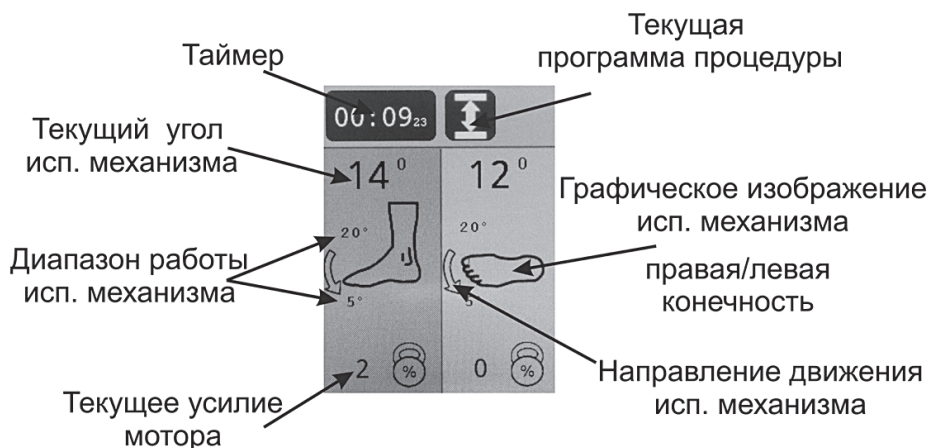

Рисунок 8.3 – Дисплей режима выполнения процедуры
8.1 Дисплей режима выполнения процедуры (см. рис. 8.3).
- В зоне А: заданный пользователем диапазон работы, текущее положение (угол) в градусах (аналогично рис. 8.3) для механизма А, а также меню его установок.
- В зоне В: заданный пользователем диапазон работы, правая (левая) конечность, текущее положение (угол) в градусах (аналогично рис. 8.3) для механизма В, а также меню его установок.
Запуск процедуры осуществляется кнопкой . Запуск возможен только когда отображается основной экран, при этом дисплей переходит в режим выполнения процедуры (см. рис. 8.3).
<p>Переключение нагрузки (схема блокировки)</p> <p>Мотор автоматически переключается на противоположное движение, когда сопротивление пациента (нагрузка) превышает заданное значение.</p> <p>Настраивается от 1% до 99% с шагом 1%. В случае, если после изменения направления движения нагрузка вновь превышает установленное пороговое значение достаточно длительное время, то система управления фиксирует состояние перегрузки мотороредуктора и выдаёт сообщение об ошибке с соответствующим кодом.</p> <p>При установке значения, превышающего 99%, появляется значок , означающий отключение функции. При этом на дисплее в режиме выполнения процедуры (см. рис. 8.3) отображается текущее значение нагрузки рядом с иконкой , функция переключения нагрузки не работает, мотор развивает максимальное усилие.</p> <p>⚠️ВНИМАНИЕ! Одинаковое установленное значение уровней блокировки для пользователей с разной массой отличается. Для каждого пользователя установка подбирается индивидуально.</p> <p>⚠️ВНИМАНИЕ! Переключение нагрузки (схема блокировки) является функцией безопасности, для защиты пациента в случае возникновения спазмов, судорог, блокады суставов и других аналогичных ситуаций. Производитель не несет ответственности за неправильное использование данной функции.</p>